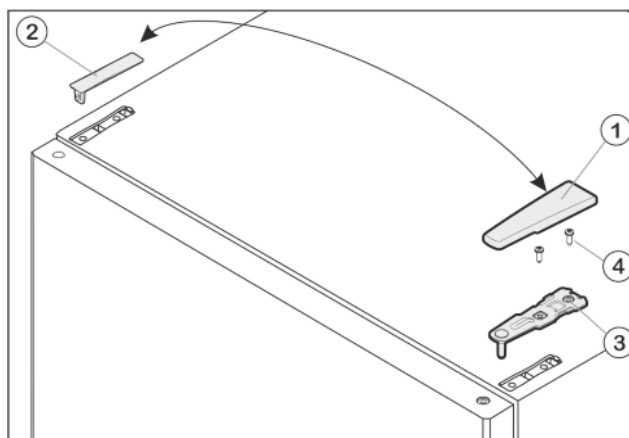

Fig. 6
- ▶ Wyjąć osłonę Fig. 6 (1) do przodu i do góry.
- ▶ Podnieść osłonę Fig. 6 (2).
- ▶ Odkręcić górną płytkę zawiasu Fig. 6 (3)(2 razy Torx® 25) Fig. 6 (4) i wyjąć ją do góry.
- ▶ Włożyć w drzwi górną płytkę zawiasu *Fig. 6 (3)* po nowej stronie zawiasów.
- ▶ Dokręcić górną płytkę zawiasu (**z siłą 4 Nm**) (2 razy Torx® 25) *Fig. 6 (4)*. Ewentualnie nakłuć otwory pod śruby lub użyć wkrętarki akumulatorowej.
- ▶ Założyć osłonę *Fig. 6 (1)* i osłonę *Fig. 6 (2)* od zewnątrz odpowiednio po przeciwległej stronie i zazębnić.